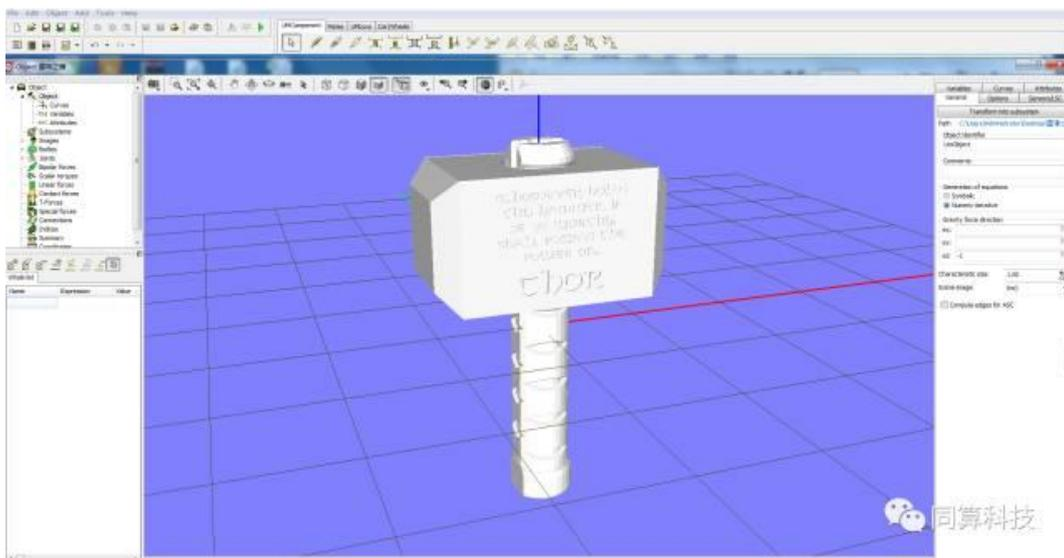

图 022-5 STL 格式文件导入 UM
5、导入之后可对其进行旋转、移动、复制等，如图 022-5。